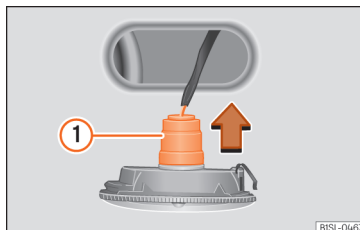

Abb. 94 Seitliche Blinkleuchte: Glühlampenwechsel.
3. Lampenhalter mit der Glühlampe in Pfeilrichtung »» **Abb. 94 1** herausziehen.